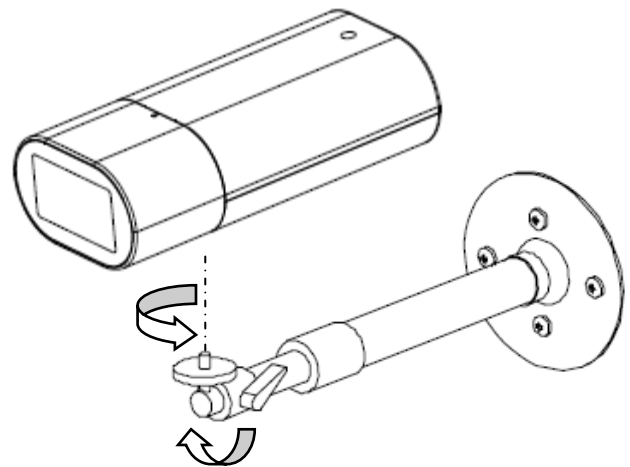

図 8-2 標準据付工事方法
(2) カメラを取付足のカメラ取付ネジで図 8-2 に示す様に確実に固定します。
(3) モニタの画面を確認しながら、レバーをロック解除し、上下左右の方向を適切な角度に決め、確実にレバーで締め付けます。(図 8-2)